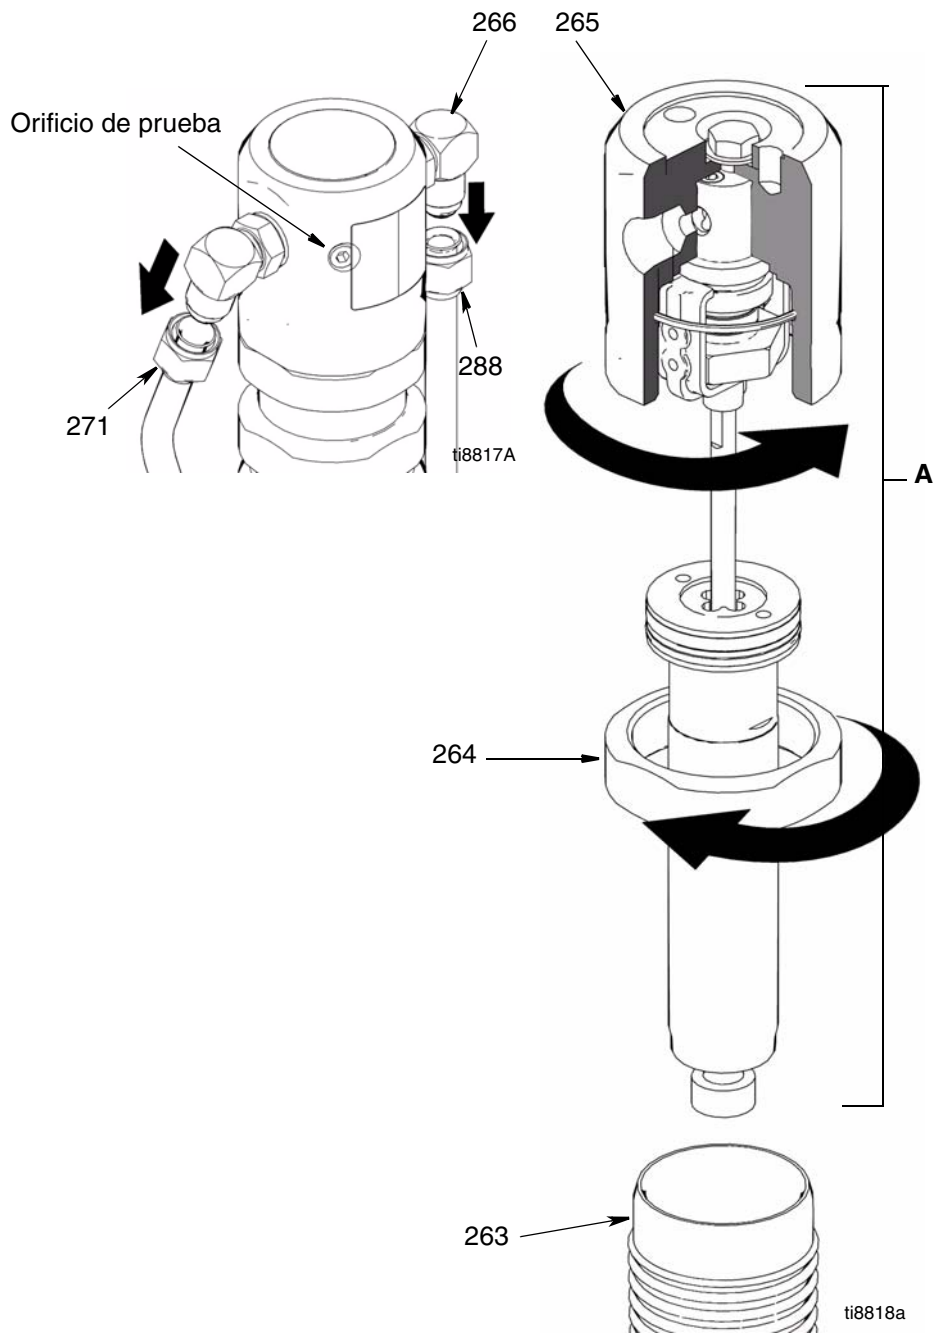

FIG. 5
4. FIG. 5. Retire las líneas hidráulicas (271, 288) de los racores (226) de la parte superior izquierda y derecha del motor hidráulico.
5. Afloje la contratuerca (264).
6. Desenrosque y retire la tapa del motor hidráulico (265).
7. Deslice el conjunto de la tapa del eje del pistón/motor hidráulico (A) del cilindro del motor hidráulico (263).
1. Deslice el conjunto del eje del pistón (A) en el cilindro del motor hidráulico (263).
2. Enrosque la tapa del motor hidráulico (268). Desenrosque la tapa del motor hidráulico hasta que la entrada y la salida estén alineadas con los racores de la línea hidráulica y hasta que el orificio de prueba de la tapa del motor hidráulico esté dirigido hacia la protección de la correa (117).
3. Apriete la contratuerca (264) contra la tapa del motor hidráulico (268) a un par de 150 ft-lb (17 N·m).
4. FIG. 5. Instale las líneas hidráulicas (271, 288) en los racores (226) del lado superior izquierdo o derecho del motor hidráulico; apriete a un par de 40 ft-lb (54,2 N·m).